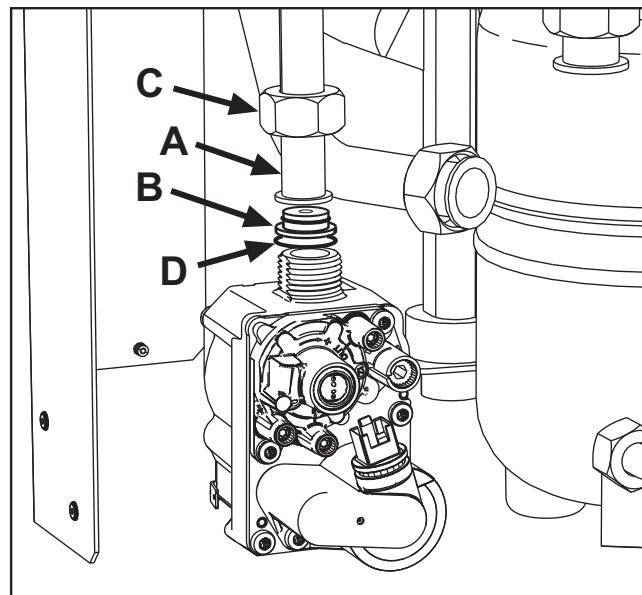

fig. 24
3. Dévisser le papillon C et dégager le tuyau du gaz A de la soupape gaz (voir fig. 24).
4. Remplacer la buse B présente dans le tuyau gaz par celle contenue dans le kit de transformation après avoir intercalé le joint D (voir fig. 24).